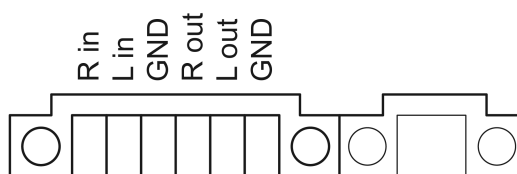

Figura 6: Creazione collegamento collegamenti audio
- Collegare al morsetto (13) i dispositivi audio (Figura 6).